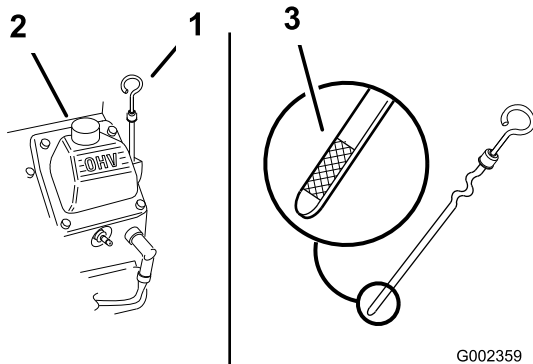

Figure 20
3. Nettoyez la surface autour de la jauge d'huile (Figure 20) pour éviter que des impuretés tombent dans l'orifice de remplissage et endommagent le moteur.
4. Dévissez la jauge d'huile et essuyez soigneusement son extrémité (Figure 20).
5. Remettez la jauge au fond du tube de remplissage, mais sans la visser (Figure 20).
6. Versez avec précaution environ 80 % de la quantité d'huile spécifiée dans le goulot de remplissage (Figure 20).